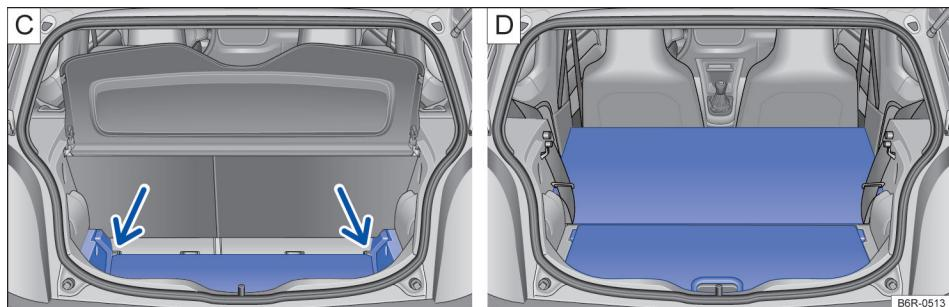

Fig. 100 C: expandir o compartimento de bagagem para baixo. D: expandir o compartimento de bagagem para frente.
- Levantar o assoalho do compartimento de bagagem e empurrar para baixo para a guia → Fig. 100 C (setas).